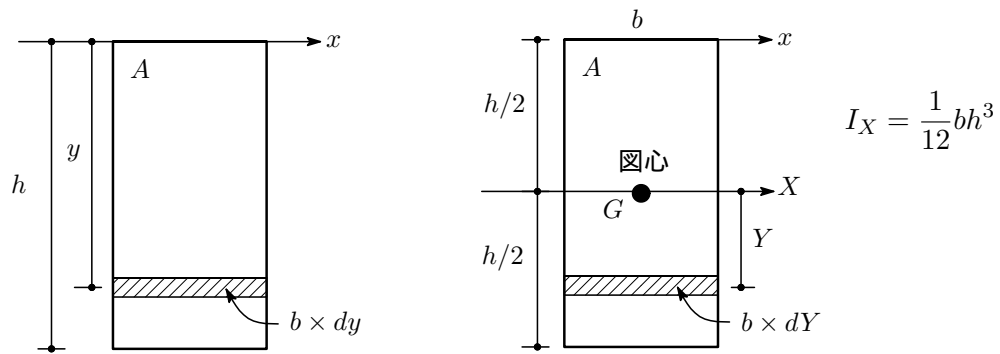

図 8.3: 断面 2 次モーメント
- K 氏：OK，そうだね。これから図心を通る軸に関する断面の 2 次モーメントは最小になることが分かる。図 8.3 の長方形断面の 2 次モーメント I_x, I_X を求めると